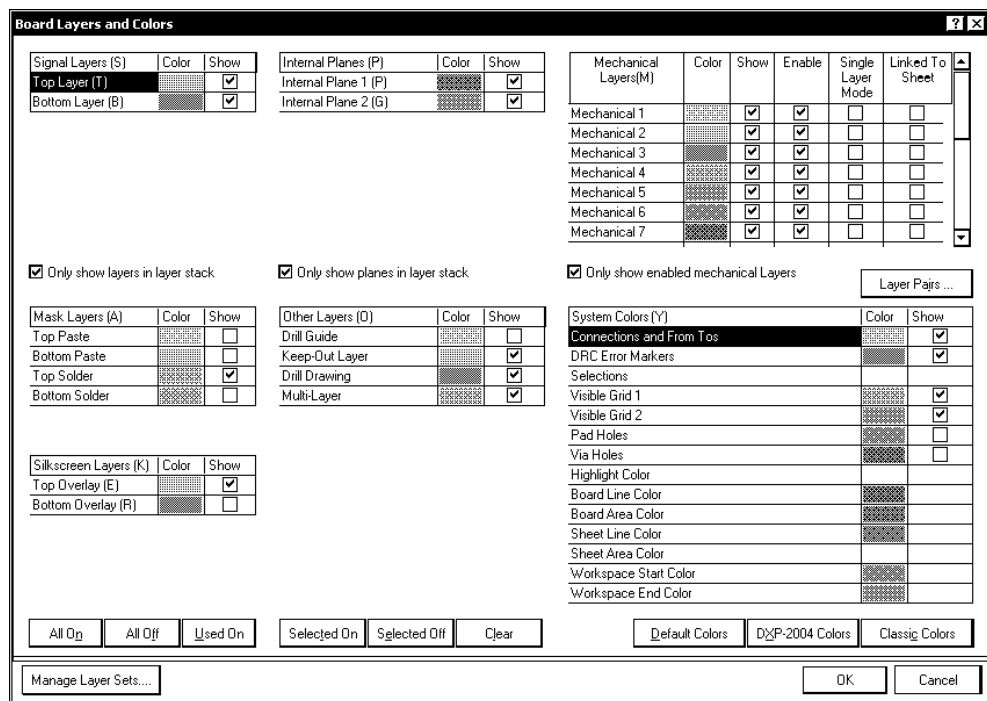

Рис. 3.8. Окно управления видимостью слоев проекта
Управление структурой слоев осуществляет команда главного меню **Design | Board Layers and Colors**. Открывается одноименное диалоговое окно, в котором представлена структура слоев созданной нами заготовки печатной платы (рис. 3.8).
- активировать опцию **Only show enabled mechanical layers**: при этом в диалоговом окне (рис. 3.8) останется видимым список только активизированных слоев.
Кроме управления свойствами слоев, в диалоговом окне на рис. 3.8 представлены функции управления цветом и видимостью целого ряда объектов, не принадлежащих определенным слоям, но являющихся принадлежностью проекта — сеток, линий электрической связи (**Connections**), маркеров ошибок DRC-контроля, отверстий контактных площадок (**Pad Holes**), отверстий у межслойных переходов (**Via Holes**) и др.